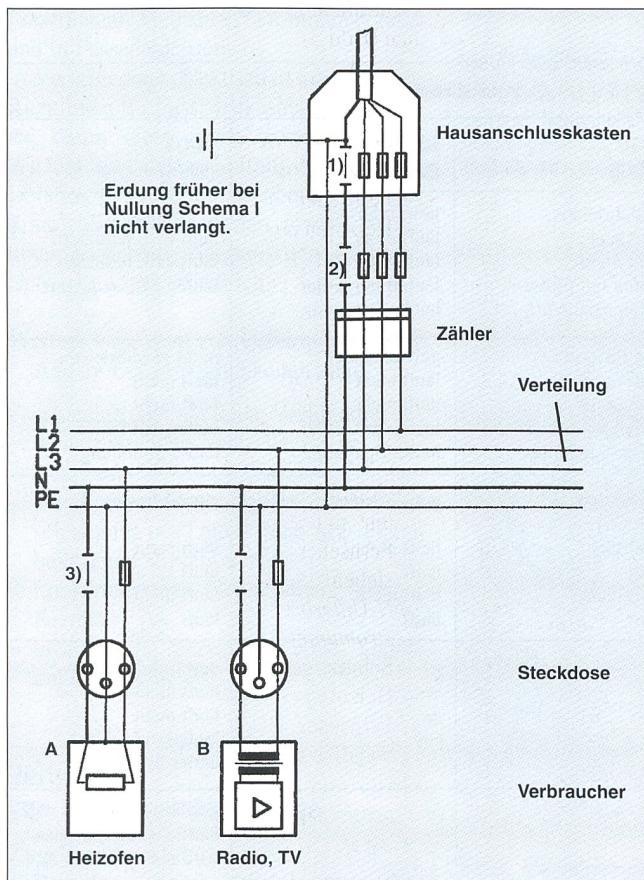
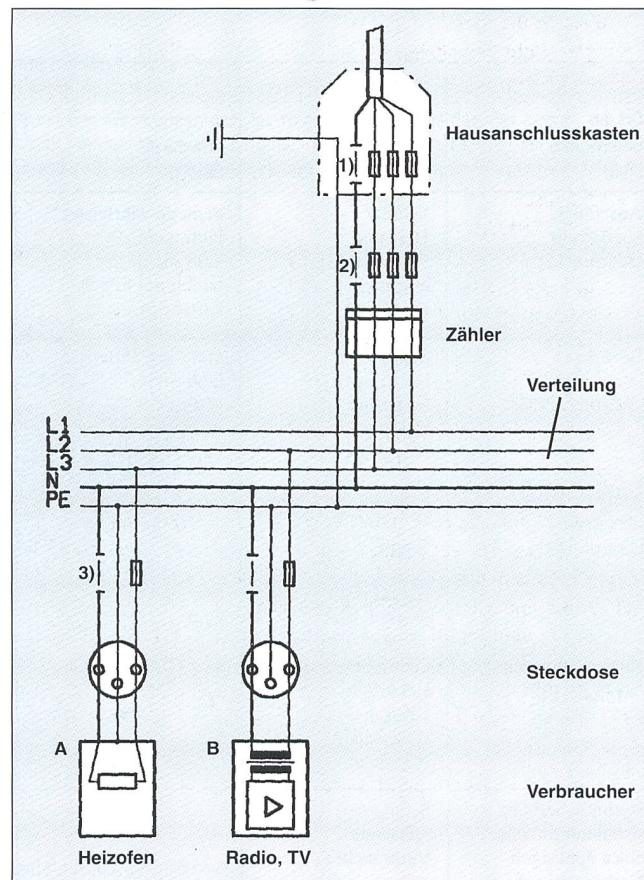
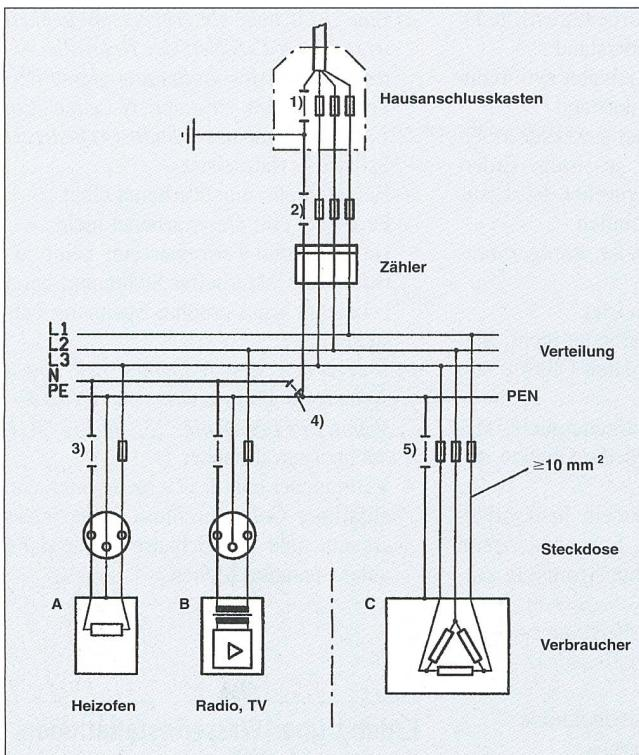

Bild 2 Installation TN-S (früher Nullung Schema I)
Bild 3 Installationsart mit Schutzerdung
Bild 4 Installationsart TN-C-S (Schema II)
Diese Installationsart wird mit fünf getrennten Leitern ausgeführt. Dabei ist der Schutzleiter geerdet, jedoch nicht mit dem Neutralleiter verbunden. In dieser Installation muss der Erderwiderstand am Hausanschluss sehr tief sein, damit die Schutzbedingungen eingehalten werden. Die verschiedenen Unterbruchsmöglichkeiten des Neutralleiters ergeben folgende Situationen (Bild 3):
Diese Installationsart ist heute vorgeschrieben für Querschnitte $< 10 \text{ mm}^2$. Der Neutralleiter (N) und der Schutzleiter (PE) sind vor dem Anschlussüberstromunterbrecher verbunden und geerdet. Bei diesem Installationssystem wird der Schutzleiter und der Neutralleiter getrennt geführt. Die verschiedenen Unterbruchsmöglichkeiten des Neutralleiters ergeben folgende Situationen (Bild 2):
Bei der Nullung nach TN-C-S ist im TN-C-Abschnitt der Schutzeleiter (PE) und der Neutralleiter (N) bei Querschnitten $\geq 10 \text{ mm}^2$ als gemeinsamer PEN-Leiter geführt. Der PEN-Leiter ist am Ausgang des Anschlussüberstromunterbrechers geerdet. Bei Querschnitten < 10 mm² muss mit einem speziellen Trenner auf die Nullung TN-S übergegangen werden. In der Installation dürfen PE- und N-Leiter nach der Aufteilung nicht mehr verbunden werden. Ein Unterbruch an den Stellen 1–5 nach Bild 4 ergibt folgende Situationen:
L'interruption du neutre dans une installation électrique intervient certes très rarement. Mais si elle a lieu on court le risque que de tels défauts génèrent des surtensions, qui peuvent détruire des appareils électroniques (voir tableau I). Dans l'ancien schéma III (figure 1) et dans les installations mixtes (TN-C-S) (figure 4), outre des surtensions on peut avoir aussi des tensions de contact dangereuses. Selon le lieu de l'interruption, des tensions dangereuses peuvent se présenter aussi sur des boîtiers métalliques intacts sans que l'appareil concerné soit lui-même enclenché. Il suffit qu'un quelconque poste consommateur dans l'installation soit en service (p.ex. luminaire). Dans une installation normale, il n'y a aucune possibilité de couper automatiquement ce défaut. Un disjoncteur de protection à courant de défaut 30 mA ne coupe qu'en contact avec un boîtier sous tension et évite ainsi des dommages aux personnes. Par contre dans les installations TN-S (figure 2) et celles avec protection par mise à la terre (figure 3) il n'y a aucun danger de dommages aux personnes.